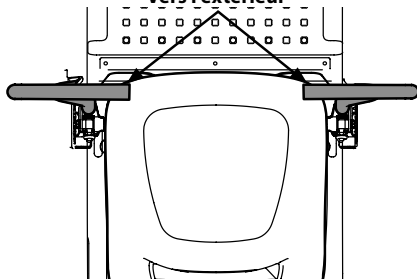

Figure 20
- Déplacez complètement les leviers de commande de la barre abdominale (Figure 20).